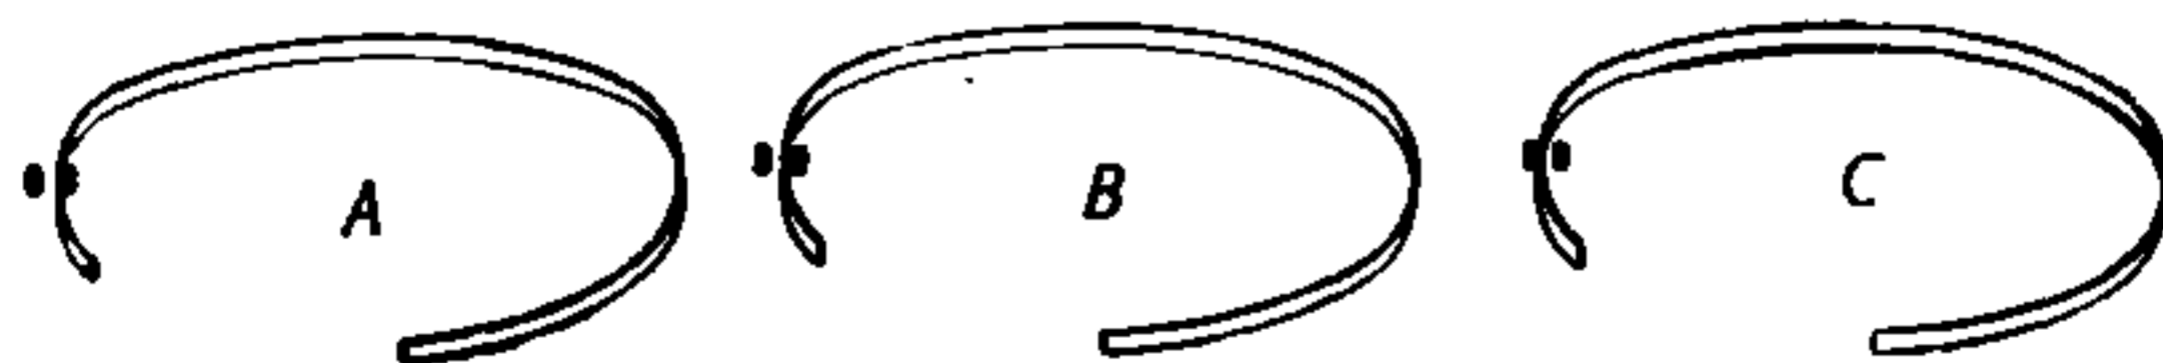

Fig. 251 - Aggiustamento delle spine della racchetta.
L'arco ideale di oscillazione del bilanciere è da  $1\frac{1}{2}$  a  $1\frac{3}{4}$  giri. Sotto  $1\frac{1}{4}$  giri un orologio montato con una spirale Bréguet anticiperà nella sua marcia e sotto a 1 giro ritarderà. Queste sono osservazioni di carattere generale; esse non possono essere applicate a tutti gli orologi, ma è bene ricordare ciò relativamente all'aggiustamento delle spine della racchetta, poichè le possibilità di correggere un errore sono considerevoli, ma devono essere impiegate con discrezione, tenendo presente le altre condizioni. La fig. 251 mostra le spine della racchetta in varie fasi: (A) mentre abbraccia la spinetta interna; (B) sul punto di abbandonare la spinetta interna; (C) nel momento in cui tocca la spinetta esterna.